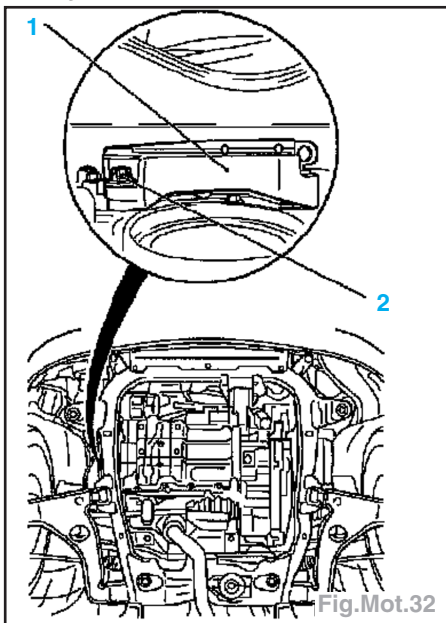

Fig.Mot.32
- les vis (2) et le palier de retenue (1) (Fig.Mot.32).